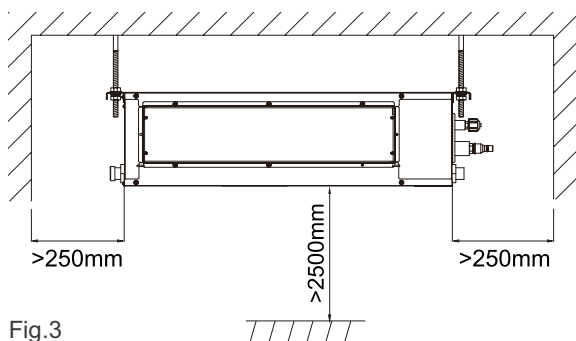

Fig.3
4. Assicurarsi che lo spazio di installazione sia come mostrato in Fig.3 per permetterne la manutenzione.